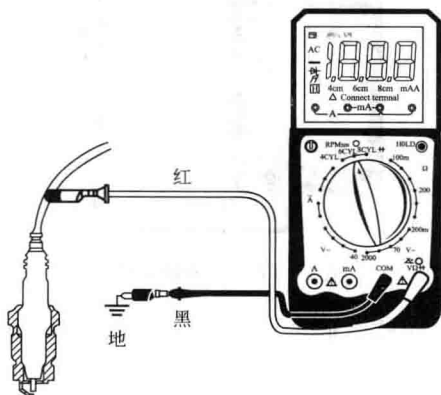

图 1-14 发动机转速测量
- (1) 将“选择开关”旋转到转速(RPM 或 $\text{RPM} \times 10$)位置上, 如图 1-14 所示。
- (2) 感应夹的红色导线插入面板电压/欧姆插孔内, 黑色导线插入 COM 插孔内, 感应夹夹在通往火花塞的高压线上, 其上方的箭头应指向火花塞, 单击“转速”选择按钮, 根据被测发动机的冲程数和有无分电器, 选择“4”或“2/DIS”, 读取发动机转速值。